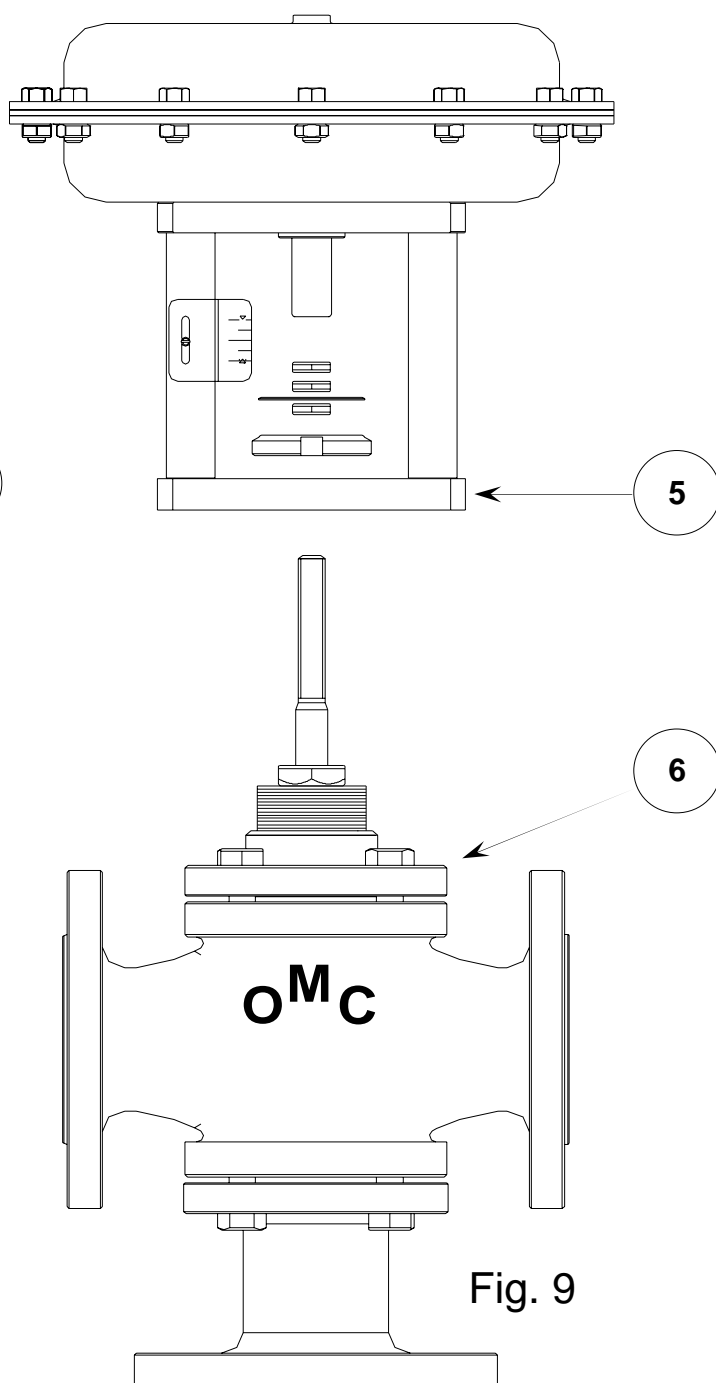

Fig. 9
- Relâcher les écrous (1) et (2).
- Dévisser complètement le collier (3).
- Mesurer et écrire la valeur du déplacement du bâti de l'actionneur (5) par rapport au corps de la soupape (6).
- Dévisser complètement l'actionneur selon la Fig. 9 en le saisissant de ses colonnes (4) et enlever les dispositifs (1,2,3,).
- Loosen the lock nuts (1) (2).
- Loosen the mounting nut (3) completely.
- Check and measure the shifting between yoke base plate (5) and valve body (6).
- Catch the actuator pillars (4) and remove it, together with the other items (1,2,3,), from valve body (see fig. 9)